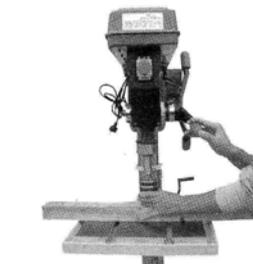

Figure 10
- 7.3 Installez le mandrin sur l'arbre fermement. (Fig. 10)